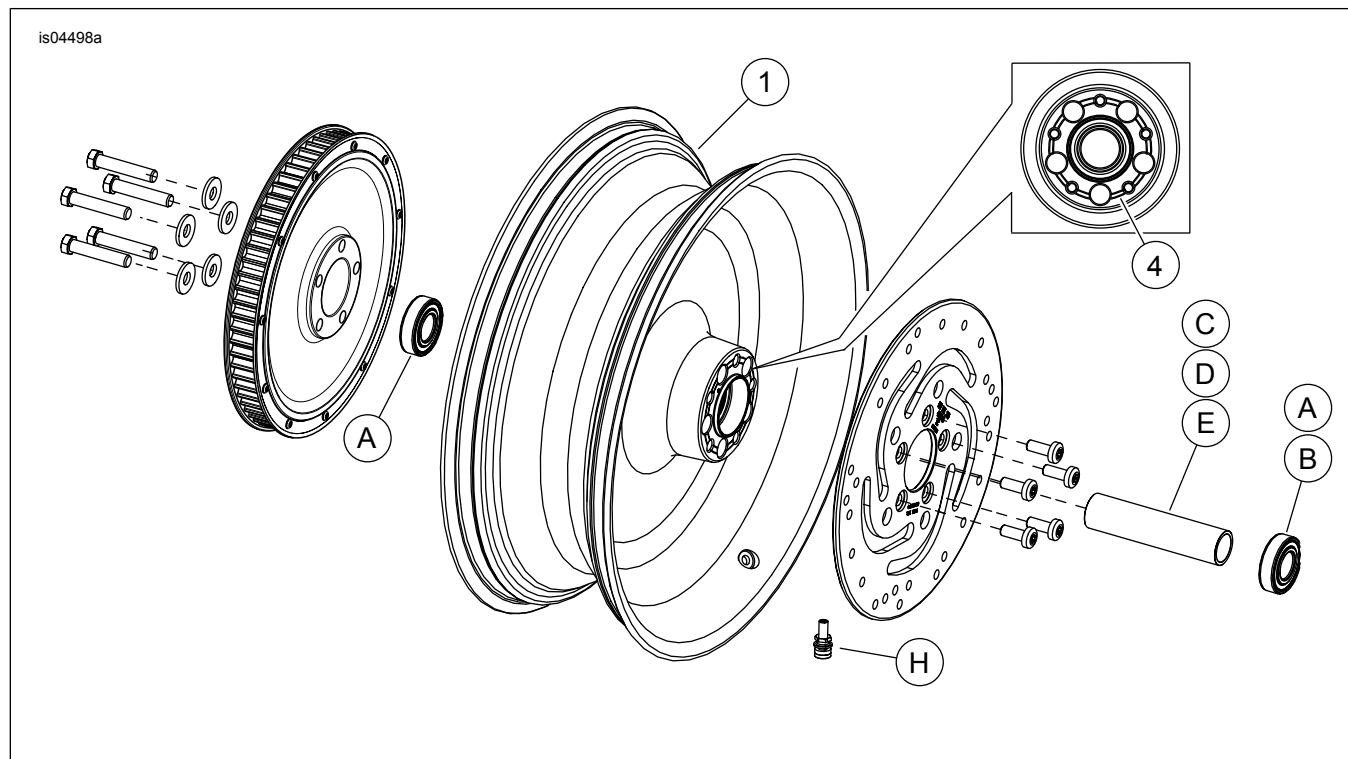

Figura 1. Piezas de servicio: Ruedas traseras forjadas de disco macizo
Vea Figura 1 y Tabla 2.
2. Vea Figura 1. Instale el conjunto del vástago de la válvula (H) en la rueda. Vea NEUMÁTICOS en el Manual de servicio.